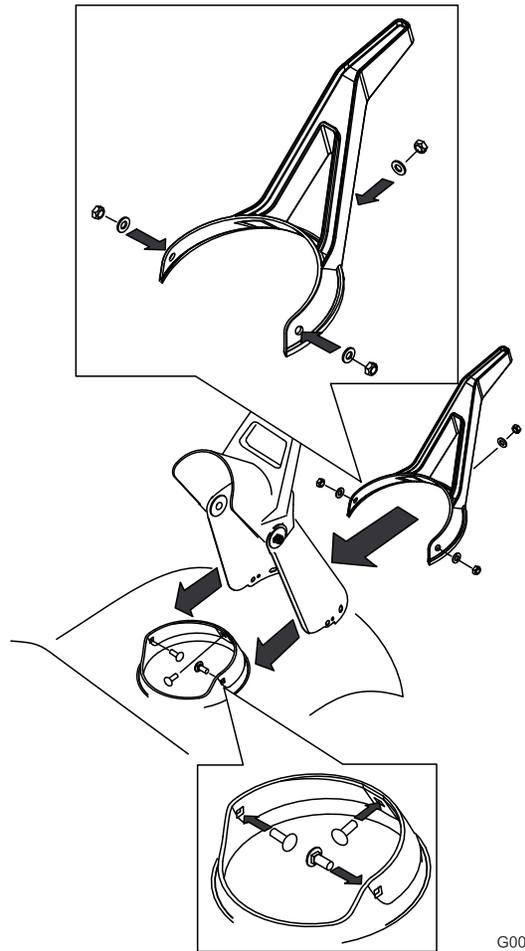

Figura 23
3. Retire el conducto de descarga, retirando los tres tornillos que sujetan el conducto y los tornillos que sujetan la junta del conducto (Figura 23).